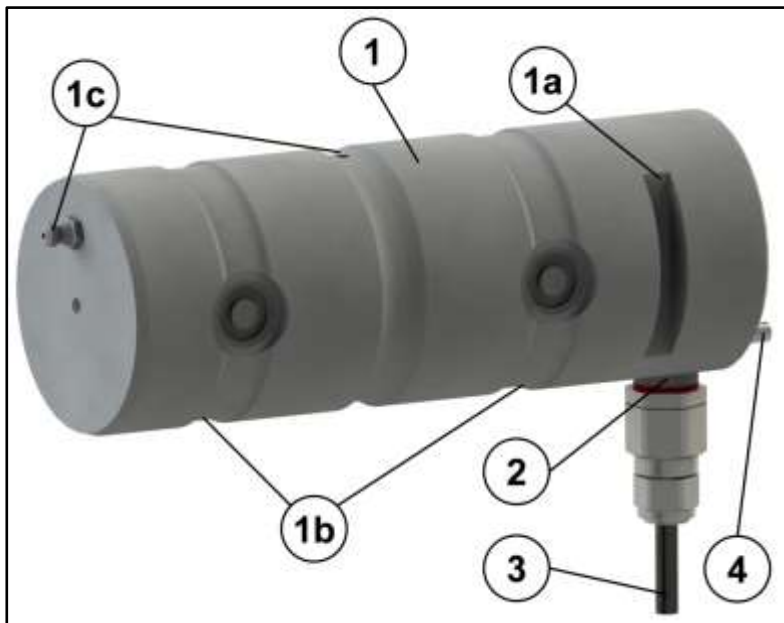

Bild 1: Kraftgivare
Kraftgivaren (1) förs in i borrhål med rätt diameter (2) på den dubbla förbindningen och som är säkrat mot oavsiktlig rörelse med hjälp av en axelhållare (se bild 1, punkt 1a). Den kraft  $F$  som överförs av förbindningen överförs till mätelektroniken genom en utvärdering av den resulterande deformationen av mätkroppen och skickas som en elektrisk signal.